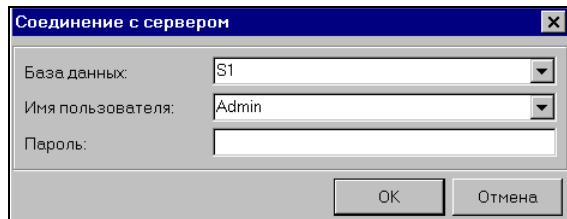

Рис. 24
*Соединение с сервером...* - эта команда выводит на экран окно *Соединение с сервером* (см. Рис. 24). В случае многопользовательского режима работы, для продолжения работы с приложением SH в этом окне может зарегистрироваться другой пользователь, не закрывая программу.